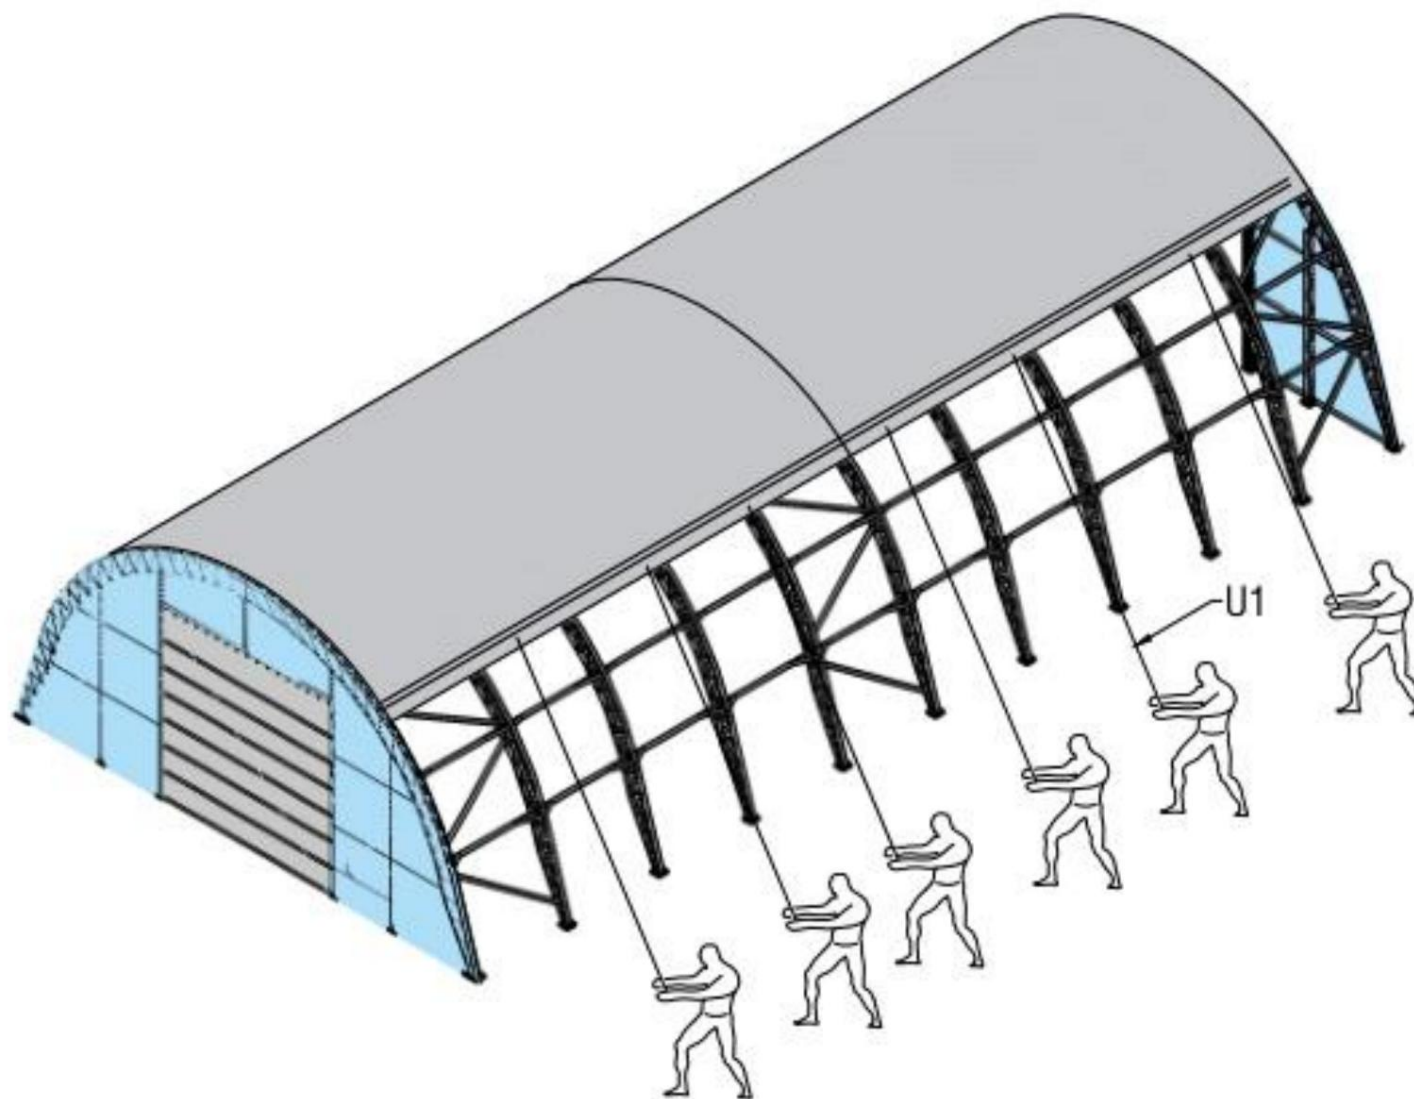

Figure 19
4. Lorsque vous fermez la porte, nous pouvons utiliser le fil d'acier de verrouillage pour la porte (n° U27) et le fil d'acier de verrouillage pour la poignée de la clé pour la fixer. (Figure 19)